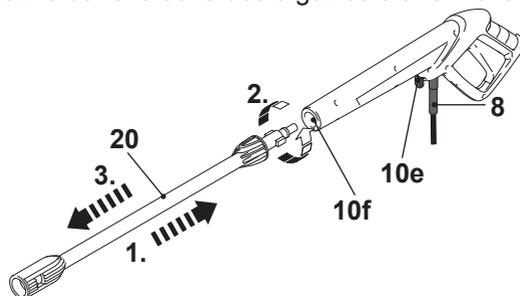

Fig. 7
- > Pour démonter un accessoire, pressez-le contre le pistolet (10) et tournez-le dans le sens des aiguilles d'une montre (Fig. 7).